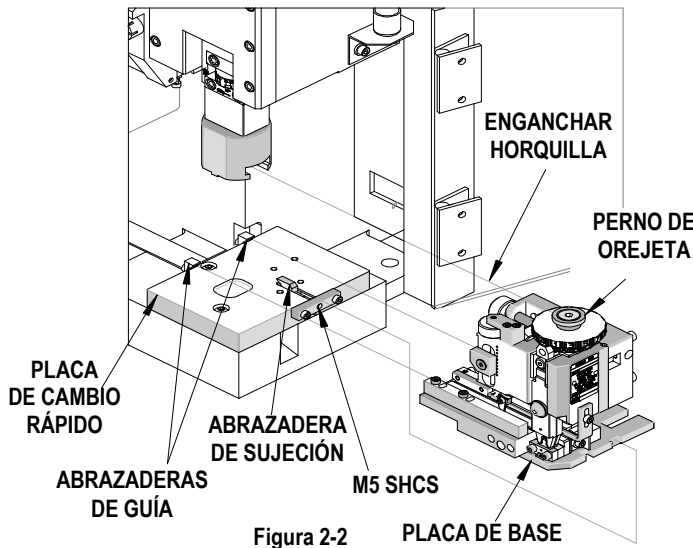

Figura 2-2
- c. Deslice el aplicador Mini-Mac sobre la placa de montaje de cambio rápido hasta que las dos muescas en el lado izquierdo enganchen en los topes, y al mismo tiempo, guíe el pasador de orejetas en el adaptador de la prensa. Véase la figura 2-2.